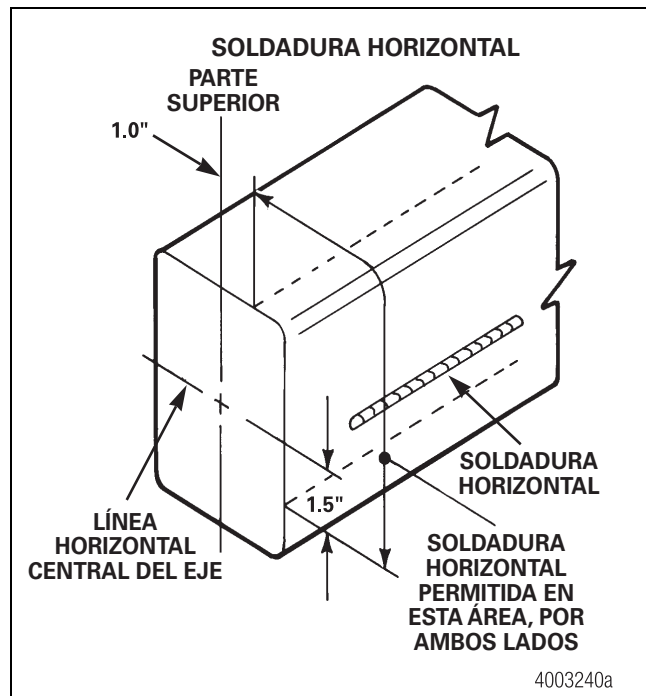

Figura 7.10
- No se permite soldar horizontalmente a distancias de más de 1.50 pulgadas (38.1 mm) por debajo de la línea horizontal central del eje. Figura 7.10.